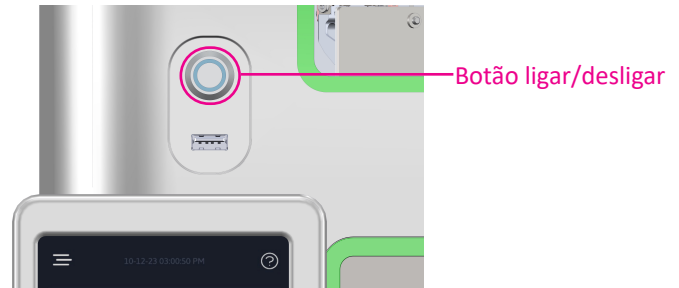

Figura 4
- Para ligar a unidade, coloque a chave de energia AC na parte traseira do dispositivo para a posição ON ("I") (Figura 1). Pressione o botão de energia luminoso (Figura 4) situado acima da tela sensível ao toque na frente do dispositivo. O instrumento emitirá um sinal sonoro, após o qual ficará sem funcionar durante a inicialização do sistema operacional. Essa inicialização pode durar até 1 minuto. O dispositivo não aceitará amostras até que a temperatura dos componentes de medição tenha aquecido e estabilizado; a tela sensível ao toque indicará quando o analisador estiver pronto para uso.